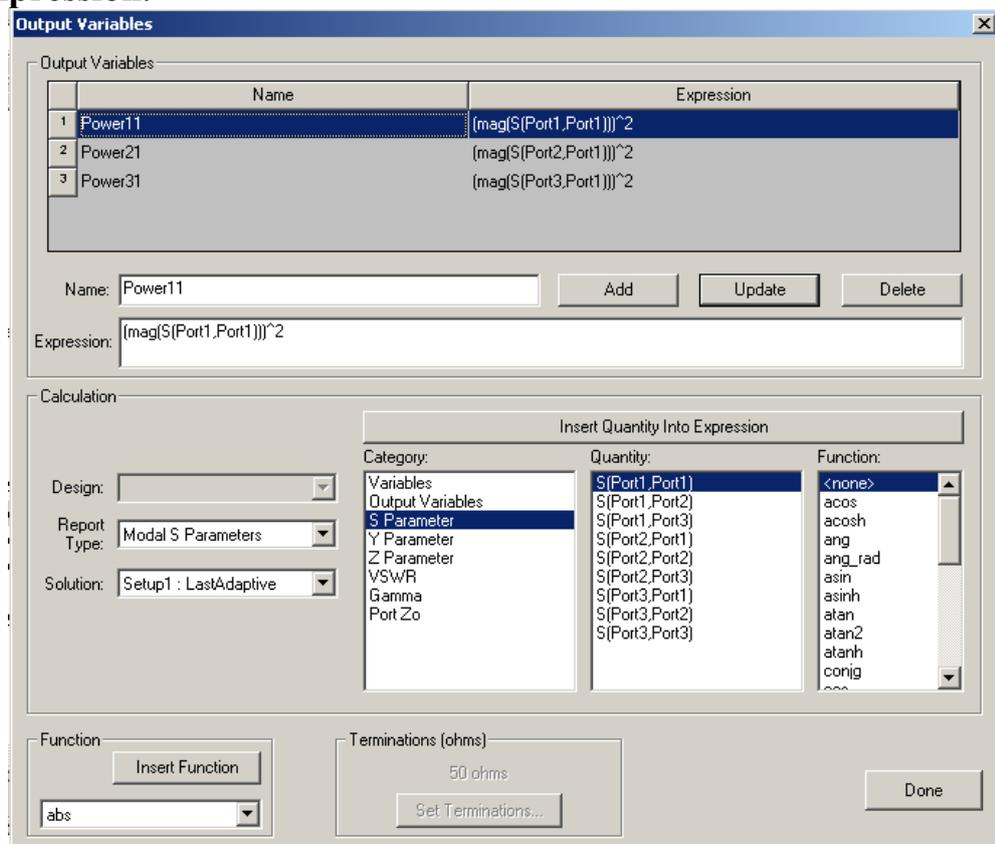

Рис. 7.7. Создание новых имен и функций  $Power11 = |S_{11}|^2$  и др.
2. Щелкните **Edit Calculation**. Появляется диалоговое окно **Output Variables** (рис. 7.7).